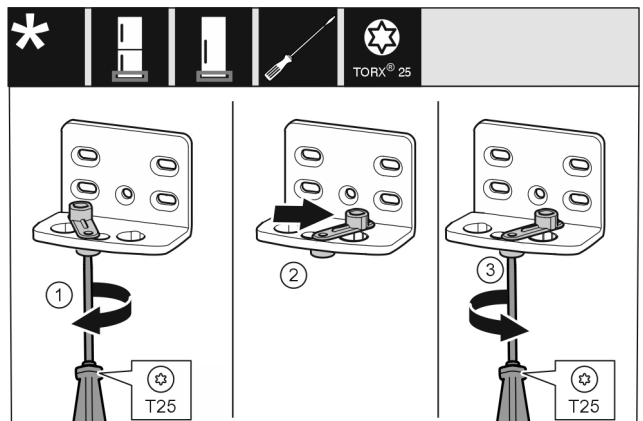

Fig. 14
- Schroef met de schroevendraaier T25 losdraaien. Fig. 14 (1)
- Deursluthulp optillen en 90° naar rechts in de opening draaien. Fig. 14 (2)
- Schroef met schroevendraaier T25 vastschroeven. Fig. 14 (3)